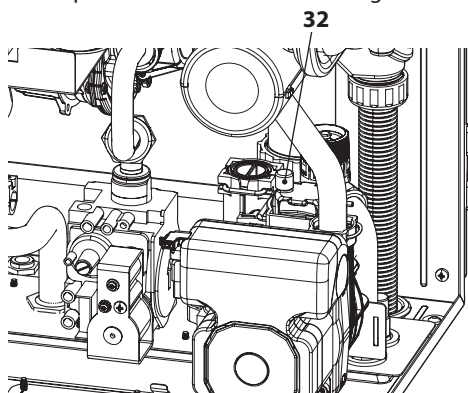
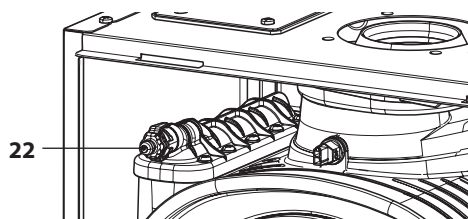

Figura 9.10
Figura 9.11
- Per facilitare lo svuotamento, alzare il tappo 32 della valvola di sfogo automatica in Figura 9.10 e allentare il raccordo di sfogo scambiatore primario condensante 22 in Figura 9.11.